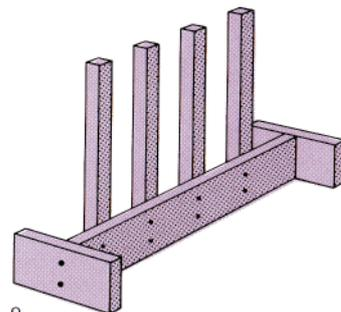

Fig. 9
- trois planches disposées en I, constituant un socle sur lequel sont vissés des tasseaux de 70 cm de longueur espacés de 15 cm environ (Fig.9).